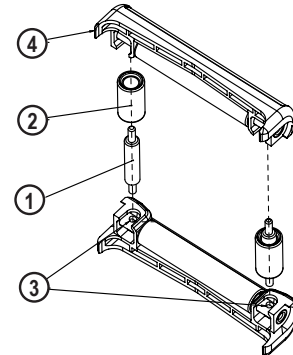

Fig. 16
4. Now take the short axles (2) (fig. 16) to go through the short rollers (1) (fig. 16) and use these components to join both preassembled components made in the previous step (4) (fig. 16). For doing this, manually exert pressure to introduce the short axles pins, in the long axles holes (3) (fig. 16).
4. Ta nu de korta axlarna (2) (fig. 16) för att gå igenom de korta rullarna (1) (fig. 16) och använd dessa komponenter för att kombinera de förmonterade delarna som gjorts i föregående steg (4) (fig. 16). För att göra detta, applicera manuellt tryck för att införa de korta axlarna i de långa axlarna (3) (fig. 16).
10. Loosen the four casing bolts (5) (fig. 16). At this point, you can take apart both casing sides (6) (fig. 16). Keep the casing to be able to assemble it again later.
10. Lossa de fyra höljesbultarna (5) (fig. 16). Vid denna tidpunkt kan du ta bort båda höljes sidor (6) (fig. 16). Behåll höljet för att kunna montera det igen senare.